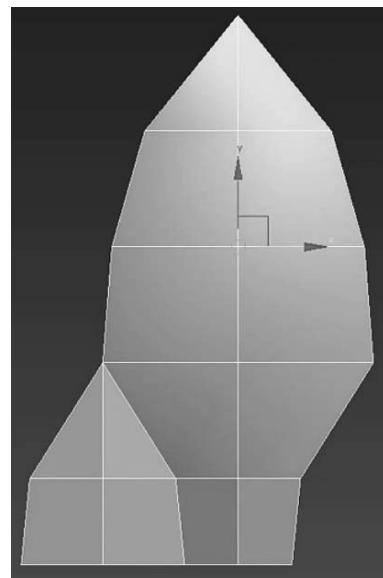

图 4-41 连接面与一块“菠萝片”
2) 在创建的连接面上连接一条直线，并调节顶点，删除左侧“菠萝片”，结果如图4-41所示。